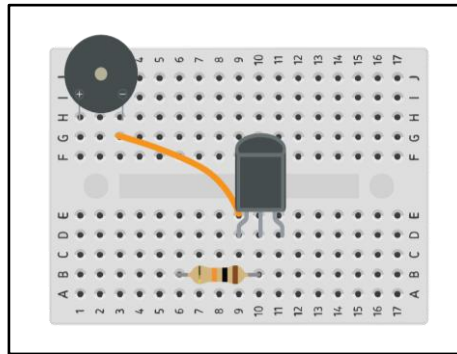

Рисунок 18. Размещение зуммера, транзистора, перемычки между транзистором и зуммером и резистора.
- a. На мини-макетной плате установите зуммер, транзистор, резистор 10 кОм и перемычку, как показано на **Рис. 18**